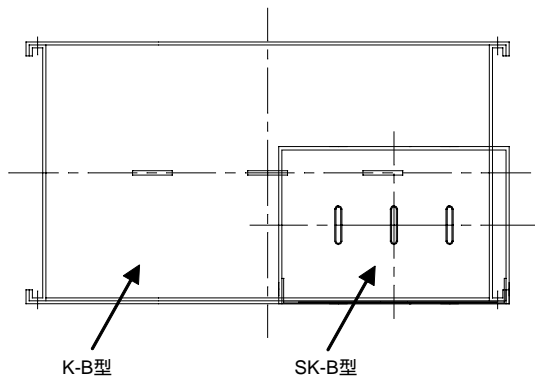

図2 K-B型とSK-B型との比較
- (1) 断面積でK-B型相非分割母線の約1/3にコンパクト化、質量でも約75%に軽量化した業界最小・最軽量の高圧バスダクトです（図2）。
- (2) 従来、既製の支持碍子で導体を支持していたため、碍子の外形寸法により相間距離を小さくすることが不可能でした。3相一体型のエポキシ絶縁支持台を開発することにより、最小の絶縁距離での導体配置が可能になり、バスダクトがコンパクトになりました。
- (3) 函体を板金組立て構造にしたことにより、溶接部がほとんどなくなり、溶接による歪みがなく、仕上がり外観が美しくなっております。
- (4) コスト面では、K-B型相非分割母線の約15%のコストダウンに成功しました。
- (5) 接続部の点検スペースが大きいいため、ボルトの増し締めなどのメンテナンスが、容易に行えます。